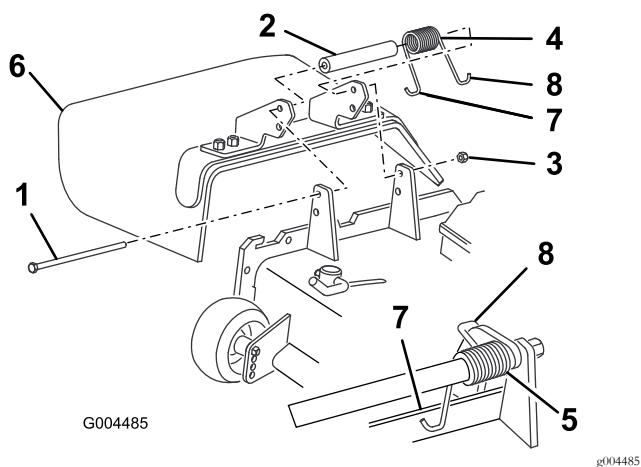

图25
2. 卸下将折流板固定到枢轴支架的锁紧螺母、螺栓、弹簧和隔片 图25。拆下损坏或磨损的草折流板。
- 将隔片和弹簧放在更换草折流板支架中间图25。将弹簧左侧J型吊钩端放在剪草机边缘的后面。
注意 确保弹簧的左侧J型吊钩端安装在剪草机边缘的后面安装按图25所示安装螺栓。
- 安装螺栓和螺母。将弹簧右侧J型吊钩端放在草折流板旁边图25。